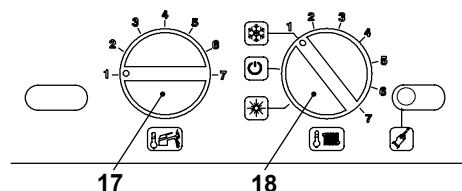

Figura 2.3
- Ruotate il selettore 18 come in Figura 2.3.